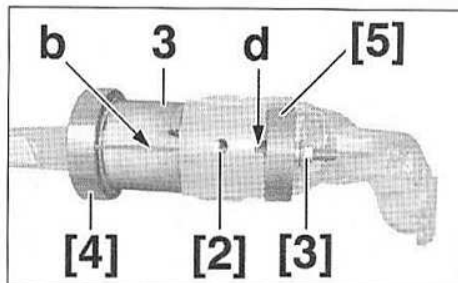

FIG.81
- Enduire le pourtour du palier élastique (3) de graisse, comme celle utilisée pour le montage des pneumatiques.
- Mettre en place le palier élastique avec les outils [2], [3] et [4] devant son logement sur l'essieu, en alignant son marquage (b) avec l'encoche (d) du bras (Fig.81).